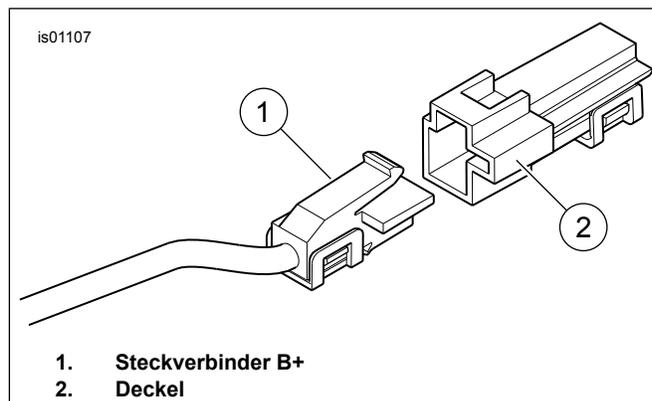

Abbildung 5. Steckverbinder B+
1. Siehe Abbildung 5 . Den Steckverbinder B+ (Batteriepluspol) (1) am Hauptkabelbaum unter dem Sitz suchen (ein rotes Kabel mit einem nicht benutzten grauen Steckverbinder). Die Abdeckung (2) des Steckverbinders entfernen.